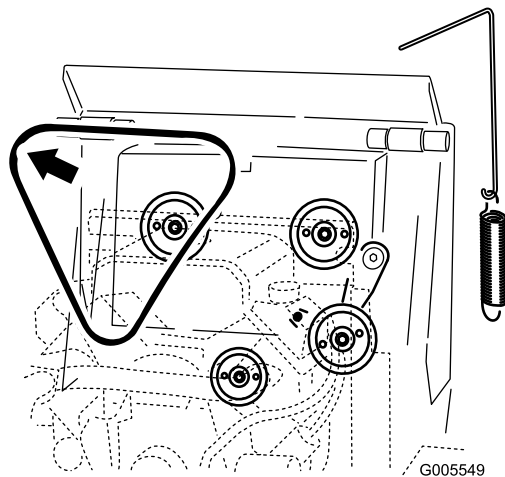

**Figure 51**
4. Enlevez le ressort de poulie de la poulie de tension (Figure 51).
6. Placez une courroie d'entraînement neuve autour des 3 poulies (Figure 51).